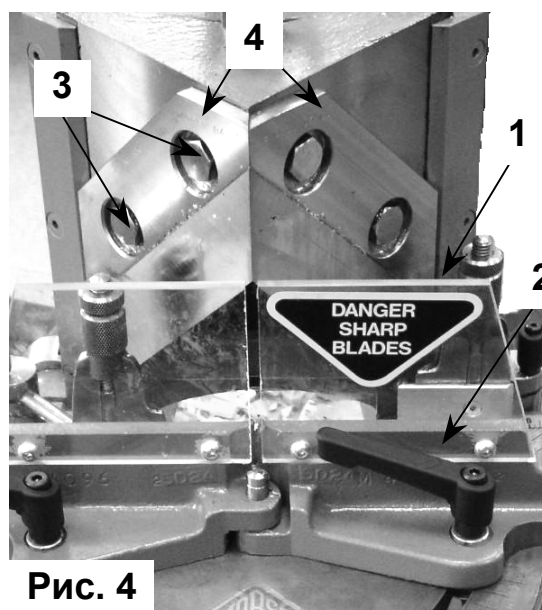

Рис. 4
1. Снимите пластиковые щитки **1** на упорах **2** гильотины (с помощью шестигранного ключа, рис. 4) или отведите упоры **2** от режущего блока.